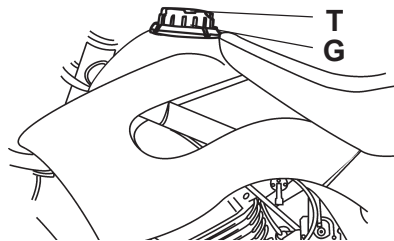

Fig. 2
Per introdurre il carburante nel serbatoio (vedi fig. 2) occorre rimuovere il tappo (Rif. T) svitandolo.
La ghiera (fig.2 - Rif. G) è un elemento di sicurezza. Assicurarsi che sia correttamente riposizionata ogni volta che si rimonta il tappo.
Um Kraftstoff in den Tank einfüllen zu können (siehe Abb. 2), muß der Verschluß (T) aufgeschraubt und entfernt werden.
Die Zwinge (Abb. 2 – G) ist ein Sicherheitselement. Jedesmal, wenn der Deckel montiert wird kontrollieren, dass Sie korrekt positioniert ist.
To refuel the tank (see fig.2), remove the plug (Ref. T) by unscrewing it.
The ring nut (fig. 2 - ref. G) is a safety component. Make sure it is correctly repositioned every time the cap is fitted.
Pour introduire le carburant dans le réservoir (voir fig. 2), il est nécessaire d'enlever le bouchon (Réf. T) en le dévissant.
La bague (fig. 2 - réf. G) est un élément de sécurité. Vérifier qu'elle a bien été remise en place à chaque fois que l'on remonte le bouchon.
Para introducir el carburante en el depósito (ver fig. 2) hay que quitar el tapón (Ref. T) desenroscándolo.
La abrazadera (fig. 2 - ref. G) es un elemento de seguridad. Comprobar que esté en la posición correcta cada vez que se coloquen el tapón.